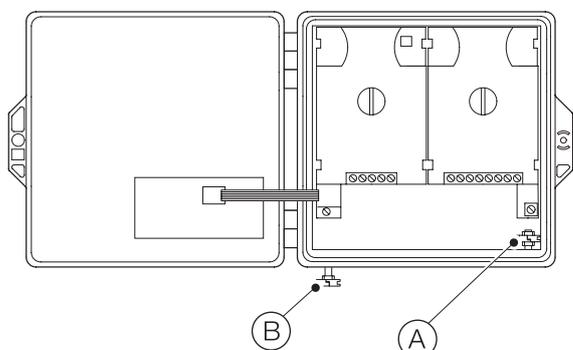

Figura 9 Conexiones a tierra del AWT210
En cuanto a la Figura 9, se proporcionan conexiones a tierra: internamente (A) y externamente (B).